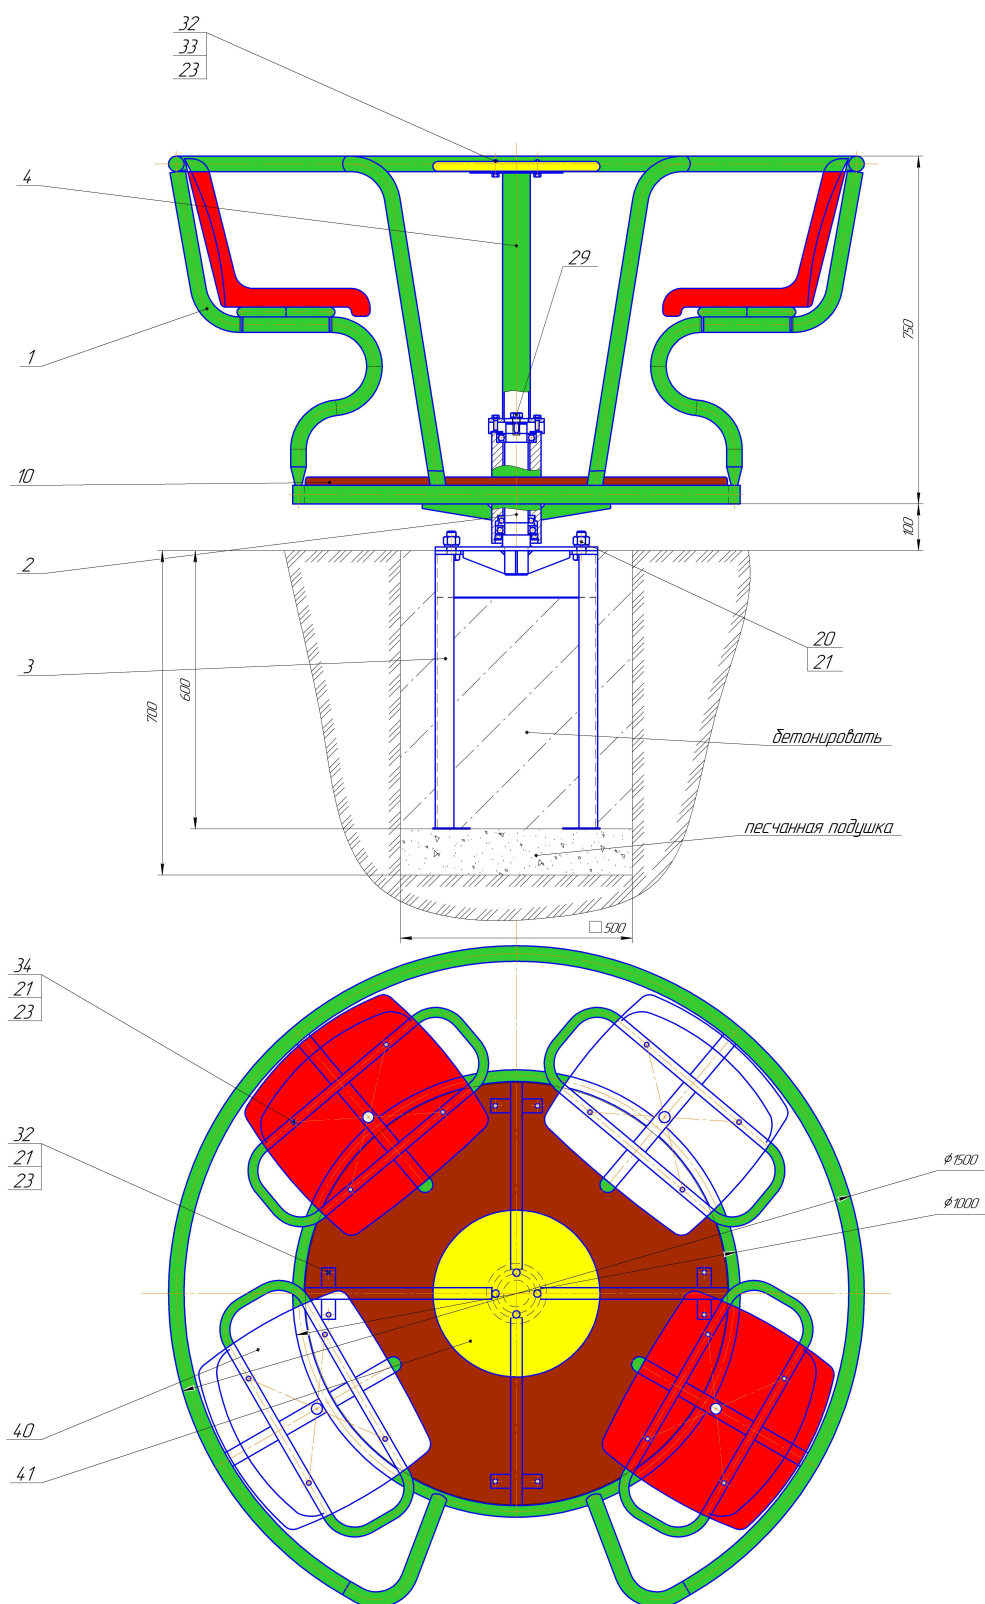
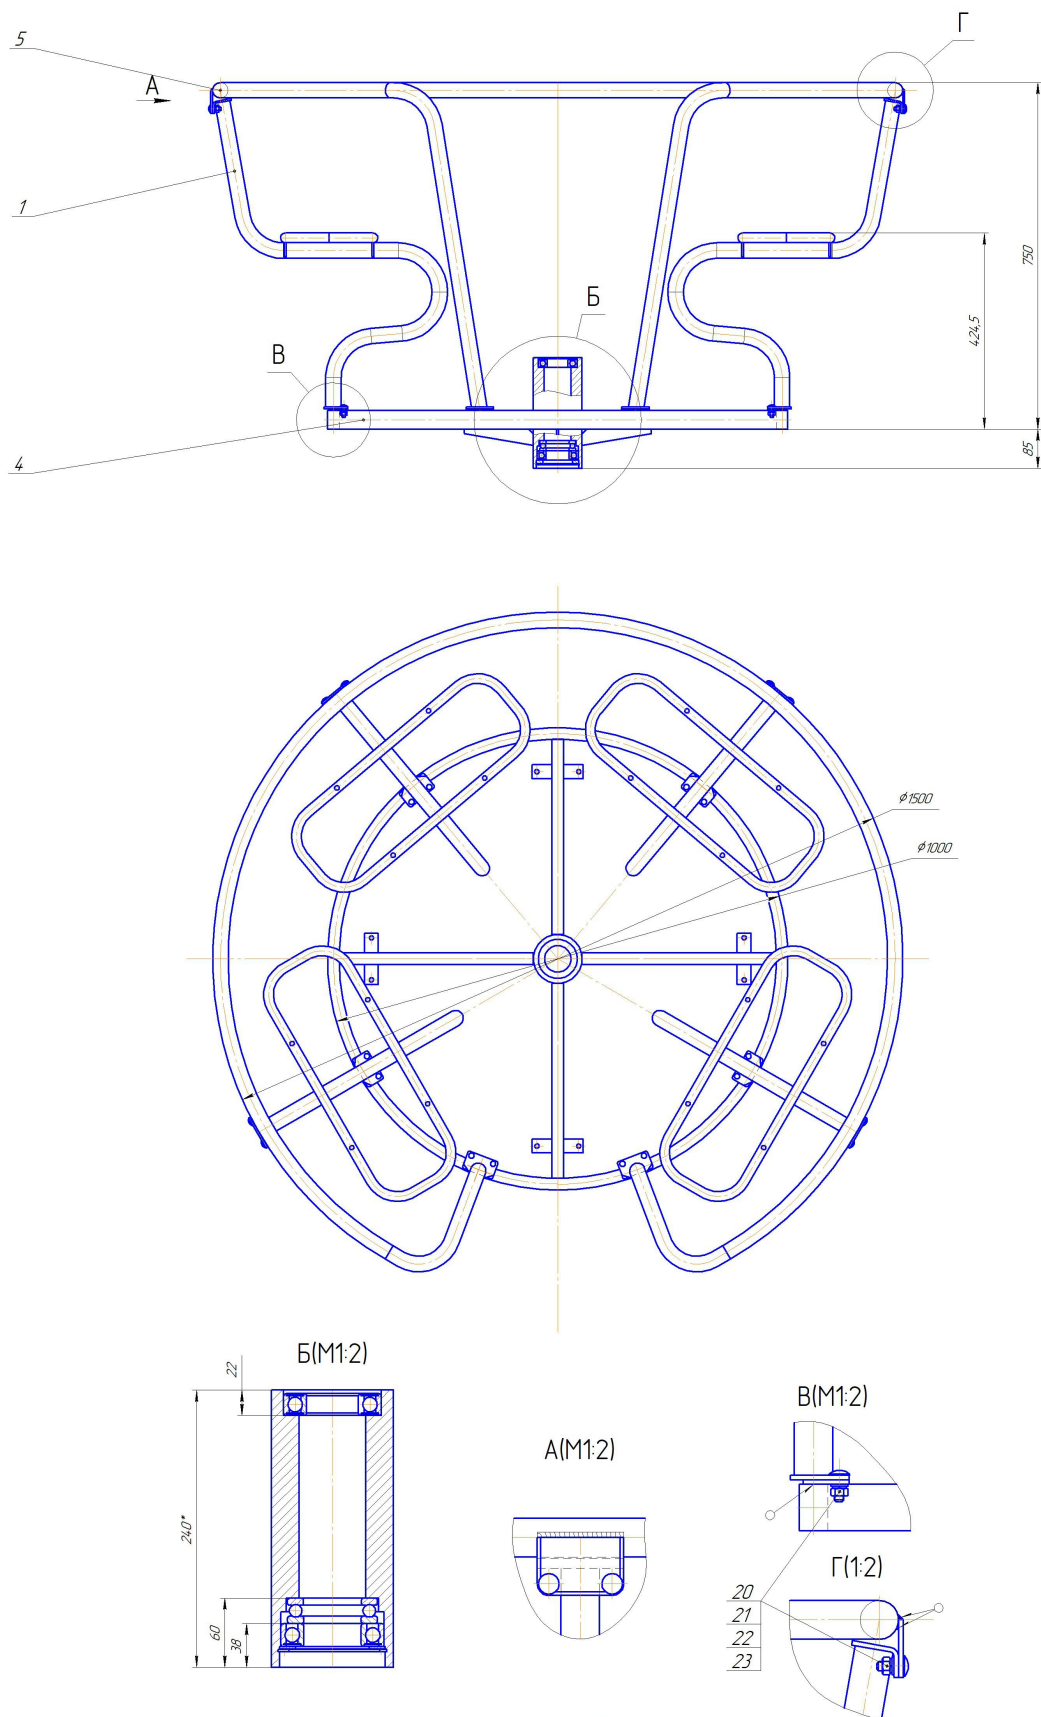

Рис. 1
Рис.2
- отстопорить и поднять болт поз.29 (рис.1);
17.5.1. Установить фундаментную закладную деталь поз.3 (рис.1) в заранее подготовленную фундаментную яму, выставить горизонтально и забетонировать (**внимание: исключить попадание бетона в центральный карман закладной под ее верхний фланец**).
17.5.2. Установить нижнее кольцо ротора поз.4 (рис.2) с осью опорной на ответный фланец закладной, закрепить крепежом поз.20,21.(см.рис.1)
17.5.3. Установить опоры кресел поз.1 на нижнее кольцо ротора, поставить верхнее кольцо поз.5 и закрепить их крепежом поз.20,21,22,23. (см.рис.2)